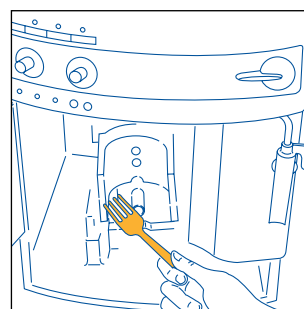

Fig.30
- pulire accuratamente l'interno della macchina. Per togliere il caffè incrostato nelle parti interne, grattare con una forchetta di legno o plastica (fig. 30) e poi aspirare tutti i residui con un'aspirapolvere (fig. 31);